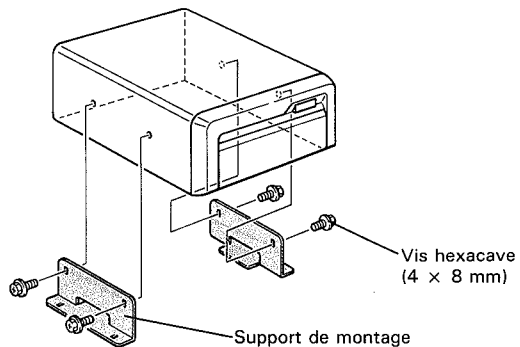

Fig. 5
4. Placer les supports de montage sur le lecteur avec les vis hexacaves (4 x 8 mm). (Fig. 5)
1. Placer les supports de montage sur le lecteur avec les vis hexacaves (4 × 8 mm). (Fig. 5)